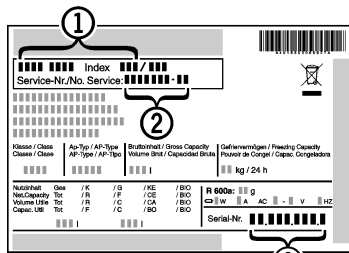

Fig. 6
- ▶ Z nazivne ploščice odčitajte oznako aparata Fig. 6 (1), servisno št. Fig. 6 (2) in serijsko št. Fig. 6 (3) . Nazivna ploščica se nahaja na levi strani notranjosti aparata.
- ▶ Obvestite servisno službo in jim povejte, za kakšno napako gre, povejte pa tudi oznako aparata Fig. 6 (1), servisno št. Fig. 6 (2) in serijsko št. Fig. 6 (3).